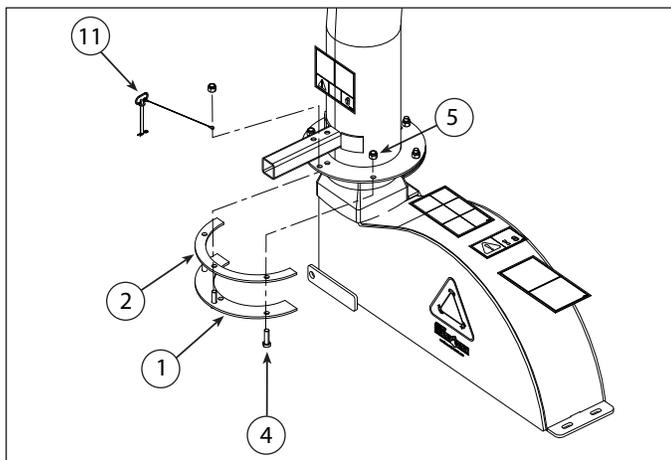

Figure 2.8 – Ensemble de goulotte d'évacuation
2. Faites glisser le tube sur la bride de montage du châssis de la déchiqueteuse. L'anneau de support(1) du tube de décharge doit glisser sous le rebord de la bride. Serrez les boulons et les écrous pour l'immobiliser.
3. Installez la deuxième moitié de la pièce d'écartement(2) et de l'anneau de support(1) sur le tube de décharge à l'aide des boulons(4) de 3/8 x 1 1/4 po et des écrous Nylock(5).
4. Attacher la lanière avec la broche de sortie (11) comme le montre la figure 2.8.